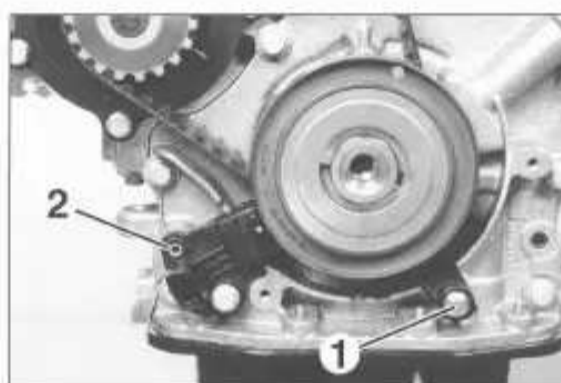

FIG. 8
- el captador de régimen motor (2) (fig. 8).
- Desmontar el tornillo de la escuadra antidecalado (1).
- la escuadra antidecalado (1) (fig. 8) y apretar a 0,5 daNm
- el captador de régimen (2).